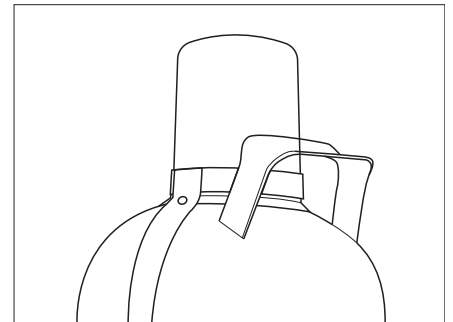

Figure 50 Bouteille de gaz en mode de conduite
- Placer la coiffe de protection sur la bouteille de gaz (Figure 50).